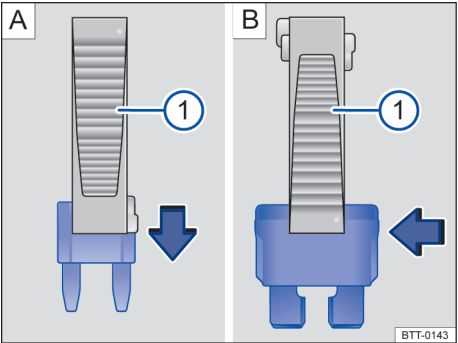

Fig. 122 Remover ou instalar um fusível com a garra da pinça de plástico 1.
- Se necessário, retirar a pinça de plástico → Fig. 122 ① do suporte. O suporte se encontra na parte traseira da caixa de fusíveis perto da tomada de conexão para diagnóstico.
- Em caso de *fusíveis pequenos*, encaixar a garra ① por cima → Fig. 122 A.
- Em caso de *fusíveis maiores*, empurrar a garra ① lateralmente sobre o fusível → Fig. 122 B.
- Caso o fusível esteja queimado, substituir o fusível por um novo da *mesma* intensidade de corrente (mesma cor e inscrição) e do *mesmo* tamanho → ①.
① NOTA